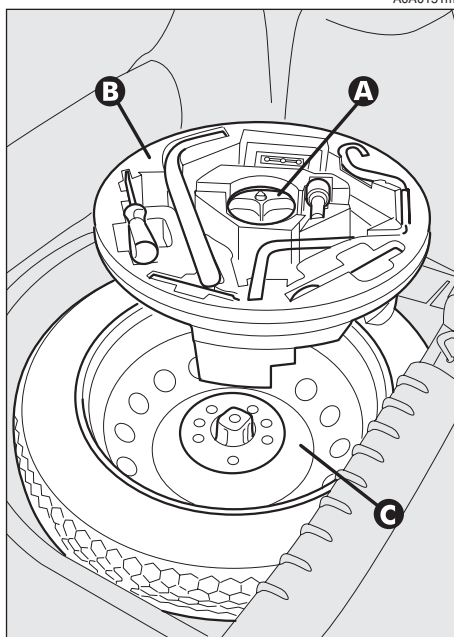

fig. 3
– ponga la caja de herramientas en la rueda de repuesto y fije todo con el dispositivo de bloqueo (**A-fig. 3**);